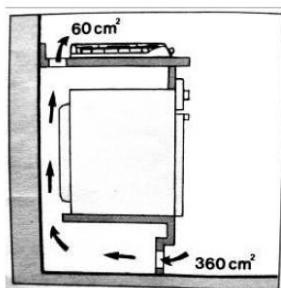
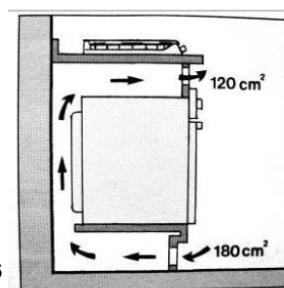

Fig. 5
Fig. 6
- i)** No caso de instalar um forno para encaixar sob a placa de gás, recomenda-se melhorar a ventilação ao redor do forno, para evitar aquecimento excessivo, colocar uma grade para a entrada de ar da parte inferior do forno e outra grade no forno. parte superior da placa (Fig. 5) ou na parte frontal superior do forno (Fig. 6).